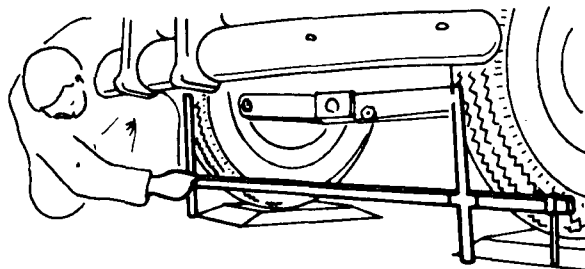

Fig. 6
- a Coloque a barra de regulagem e meça, na parte dianteira, a distância entre os pneumáticos (fig. 6).